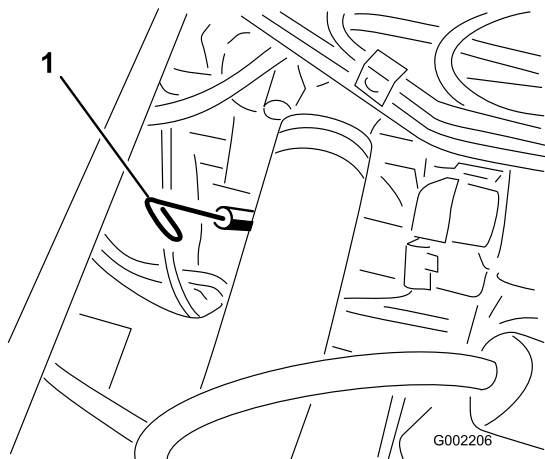

図 18
2. 助手席の下にあるディップスティックを抜き、ウェスで一度きれいに拭く (図 18)。ディップスティックを、チューブの根元までもう一度しっかりと差し込む。ディップスティックを引き抜いて油量を点検する。